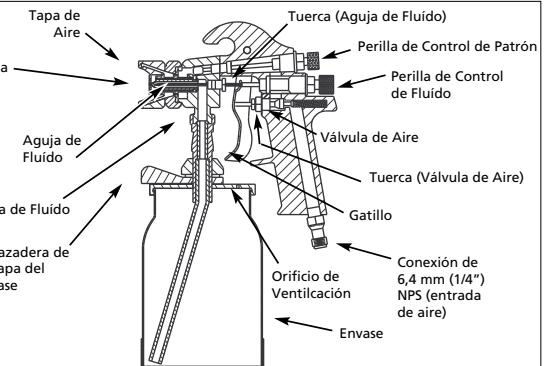

Figura 15 - Pistola Pulverizadora de Sifón
5. Sáquele las tuercas que sostienen los empaques y reemplácelos SOLO si no puede eliminar la fuga de material después de apretar las tuercas (Vea la Figura 15). No apriete demasiado estas tuercas ya que podría restringir el movimiento de la aguja.